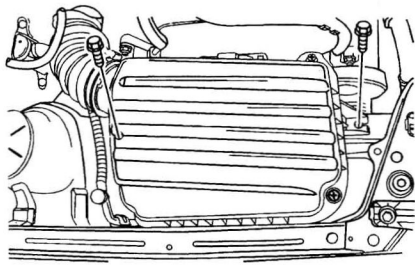

图 1-3-13 安装空气滤清器壳体和壳体螺栓
20. 安装空气滤清器壳体（图 1-3-13）。
21. 安装空气滤清器壳体螺栓（图 1-3-13）。将空气滤清器壳体螺栓紧固至 $10\text{N} \cdot \text{m}$ 。